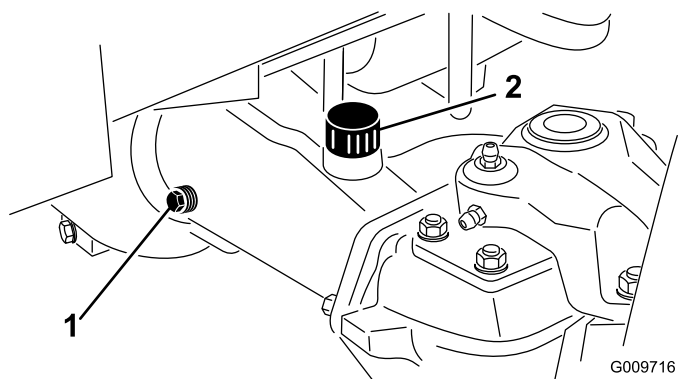

Рисунок 56
2. Снимите контрольную пробку с одного конца моста (Рисунок 56) и убедитесь в том, что смазочное масло доходит до низа отверстия.
Примечание: Если уровень низкий, снимите заливочную пробку (Рисунок 56) и добавьте масло, чтобы довести его уровень до низа отверстия контрольных пробок.